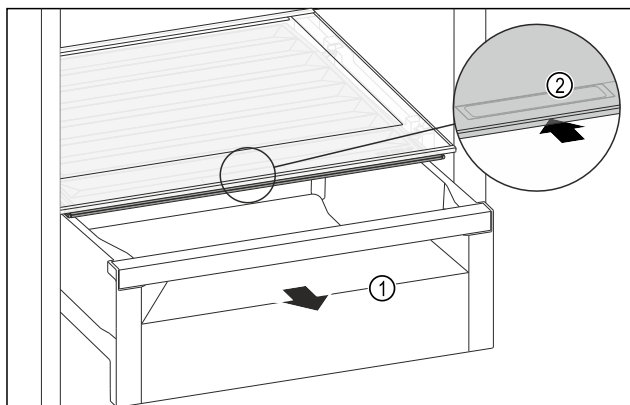

Fig. 124
- ▶ Извлеките выдвижной ящик Fig. 124 (1).
- ▶ Возьмитесь за утопленную ручку Fig. 124 (2) на крышке отделения и одновременно введите крышку отделения назад.